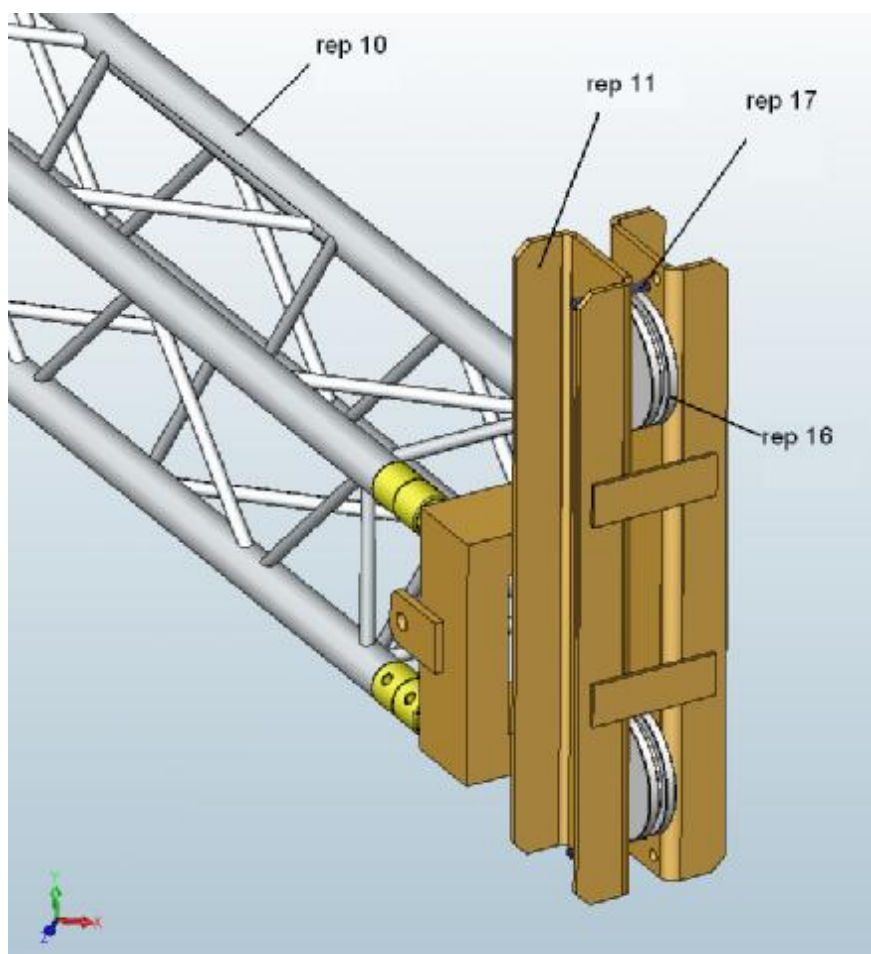

fig.11
d) Placer les boulons de maintien du câble (rep 17) dans les trous les plus proches des poulies (fig.11)